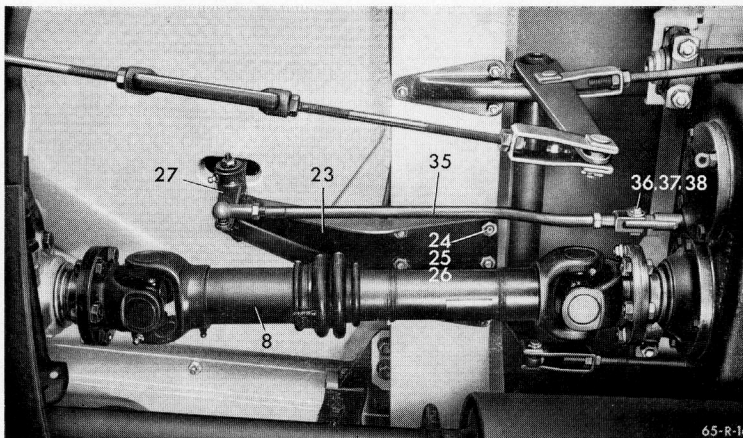

Bild 28-1/4
Die Schweißungen sind mit einem Lichtbogen-Schweißgerät, unter Verwendung ummantelter Elektroden sorgfältig auszuführen, wobei die in Bild 28-1/2 angegebenen Schweißnähte einzuhalten sind.
5. Gummimatte im Fahrerhaus zwischen den Sitzen entfernen, Durchgangsloch für den Schalthebel am Bodenblech anreißen und herausschneiden (Bild 28-1/3).